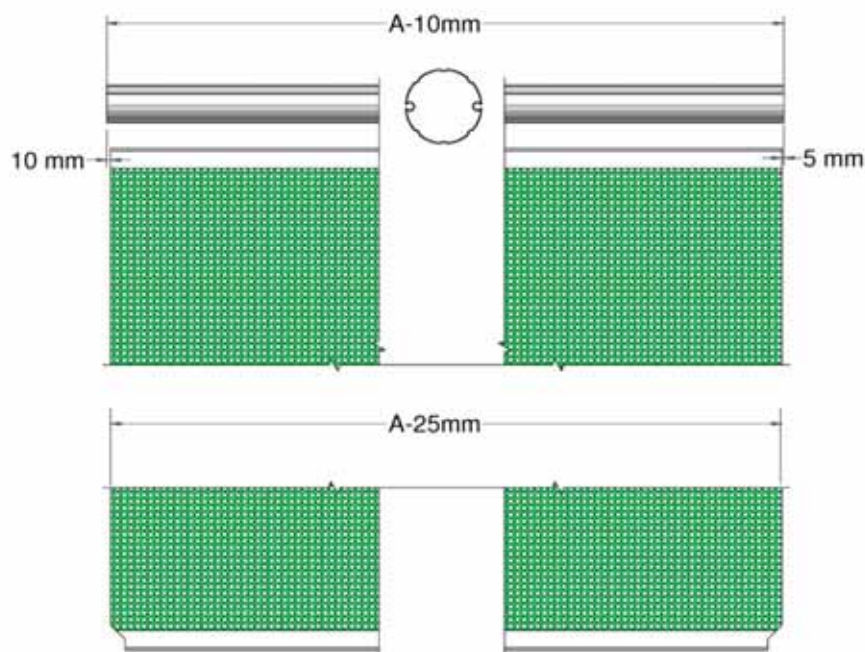

Figure 3, Positionnement du support supérieur
2. En utilisant le modèle jaune (AB1), percez les trous M8 pour les deux supports supérieurs. Le chevauchement maximum recommandé pour la fixation des poteaux (extrémité motrice) = 120 mm, fixation de poteau (extrémité libre) = 100 mm et pour la fixation du linteau = 175 mm (figure 3). Il est essentiel que les supports supérieurs soient mis à niveau et debout.
ATTENTION : afin d'empêcher l'abrasion et l'effilochage du matériau, le chevauchement maximum entre la face et le bord de la fixation ne doit pas dépasser l'indication de la figure 3. Si le chevauchement dépasse ces recommandations, assurez-vous qu'il n'y ait pas d'objets coupants sur le bâtiment qui pourraient abîmer le matériau, que les surfaces rugueuses comme le béton sont protégées par une bande en PVC ou produit semblable.